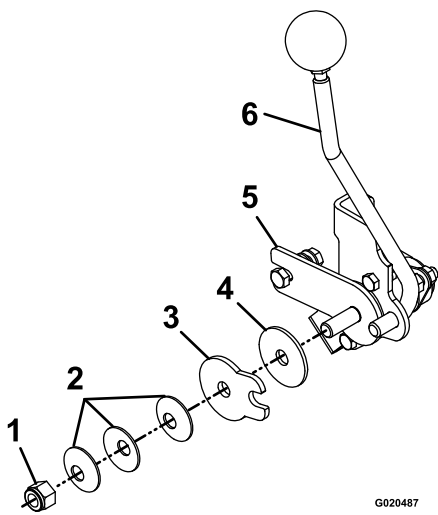

Bild 65
3. Stellen Sie die Drehmutter ein, die sich am Ende der Fahrtriebswelle vor dem rechten Bedienfeld befindet (Bild 65).